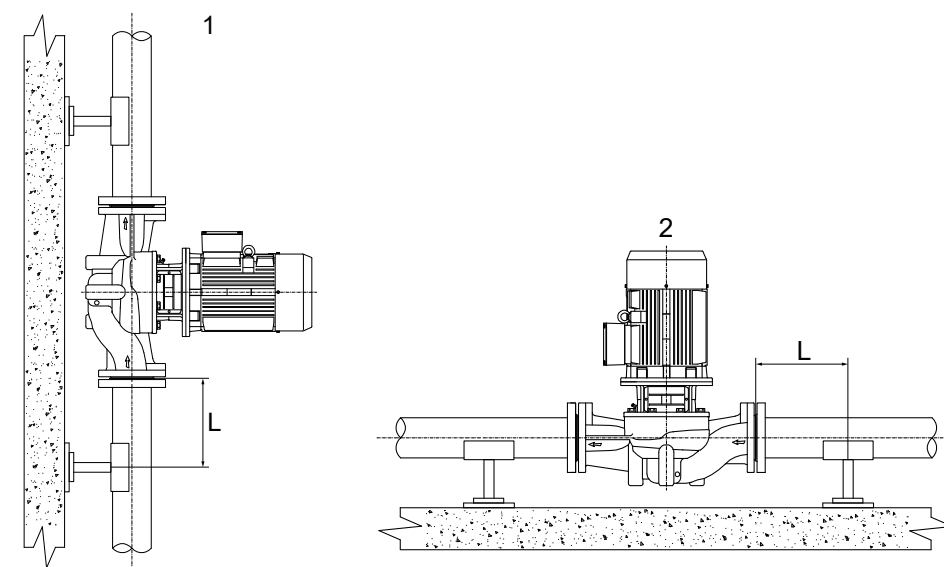

Рис. 5
- Если трубы с двух сторон могут поддерживать насос, а мощность двигателя не превышает 2,2 кВт, насос можно повесить на трубы. При этом опоры труб должны располагаться на расстоянии не более  $L=3 \times DN$  от места соединения насоса с трубопроводом (см. Рис. 5);